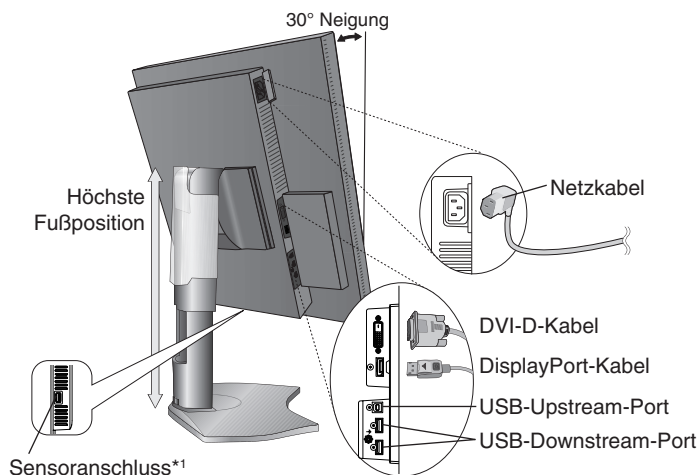
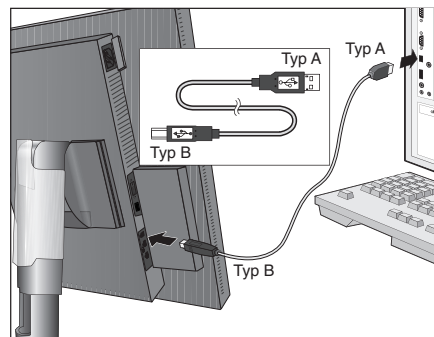

Abbildung C.1
Abbildung C.1a
- Verbinden Sie alle Kabel mit den entsprechenden Anschlüssen (**Abbildung C.1**). Verbinden Sie den Anschluss des Typs B mit dem USB-Upstream-Anschluss auf der hinteren rechten Seite des Monitors und den Anschluss des Typs A mit dem Downstream-Port am Computer (**Abbildung C.1a**). Wenn Sie das Kabel eines USB-Geräts verwenden, müssen Sie es in einen der Downstream-Ports des Monitors einstecken.